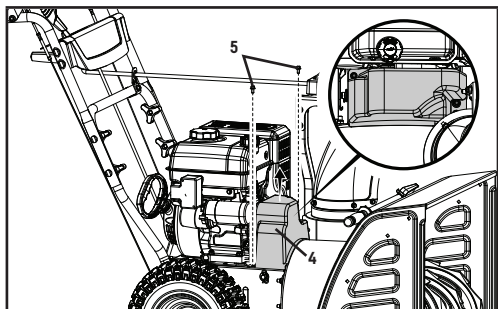

Figure 48
10. Installez le couvercle en plastique de la courroie (4) à l'aide de deux boulons M6 x 16 (5) que vous aviez mis de côté à une étape antérieure. Serrez bien mais pas trop car vous risqueriez d'endommager le couvercle en plastique de la courroie (figure 48).